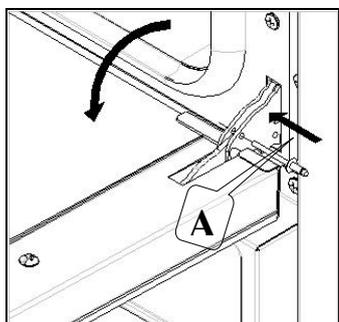

Fig. 1
- Insérer les épines en dotation dans les trous "A" qui sont présents sur les deux charnières (Fig. 1);